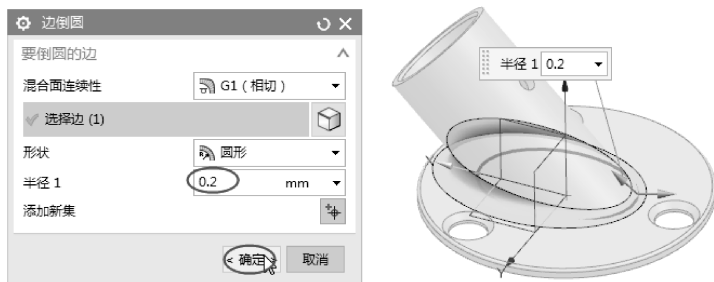

图3-86 选择第二集合的边
- 04 继续选择管身与底座相交的边缘作为要倒圆的边，并将其半径值更改为0.2，如图3-86所示。